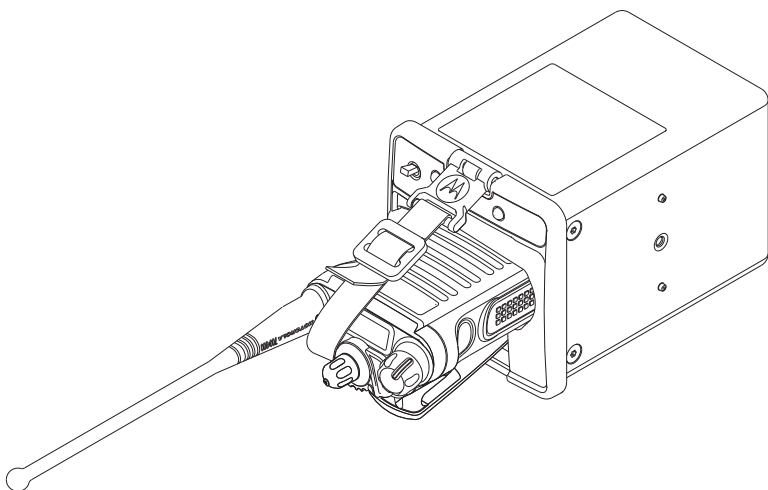
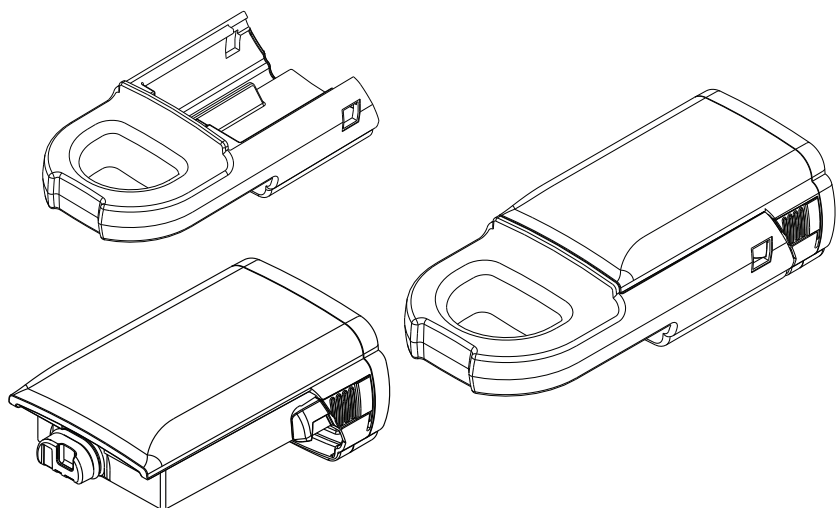

Рис. 7. Радіопристрій із приєднаним акумулятором, антеною, мікрофоном для працівників служб безпеки чи РЧ-адаптером.
Рис. 9. Встановлення літій-іонного акумулятора в адаптер NNTN7688.
5. Для радіопристроїв зі встановленою антеною: просуньте ремінець між антеною і ручкою вибору каналів, а потім приєднайте застібку до верхньої панелі кріплення на передньому щитку. Відрегулюйте довжину ремінця за допомогою системи Tri-Glide, щоб надійно зафіксувати радіопристрій з акумулятором в автомобільному зарядному пристрої (див. Рис. 7.).
Для радіопристроїв зі встановленими мікрофоном для працівників служб безпеки (PSM) та РЧ-адаптером: відрегулюйте довжину ремінця за допомогою системи Tri-Glide, щоб надійно зафіксувати радіопристрій з акумулятором в автомобільному зарядному пристрої (див. Рис. 7.).
Для заряджання нікелевого акумулятора чи не сумісного з NNTN7038 літієвого акумулятора, не приєднаного до радіопристрою, пропустіть ремінець зверху акумулятора, а потім приєднайте застібку до верхньої панелі кріплення на передньому щитку. Відрегулюйте довжину ремінця за допомогою системи Tri-Glide, щоб надійно зафіксувати радіопристрій з акумулятором в автомобільному зарядному пристрої (див. Рис. 9.).
6. Щоб зарядити літєвий акумулятор NNTN7038, який не вставлений до радіопристрою, спочатку приєднайте акумулятор до адаптера (див. Рис. 9.), потім вставте його в гніздо зарядного пристрою, пропустіть ремінець зверху адаптера акумулятора, а потім приєднайте застібку до верхньої панелі кріплення на передньому щитку (див. Рис. 10.).
Після того як радіопристрій з акумулятором буде вставлено в гніздо, зафіксуйте його запобіжним ремінцем, як показано на Рис. 7. Якщо в гніздо вставлено лише акумулятор, зафіксуйте його, як показано на Рис. 9. або Рис. 10. Це дозволить запобігти випадінню акумулятора із зарядного пристрою за важких умов руху і, відповідно, уникнути пов'язаної з цим небезпеки в разі аварії.